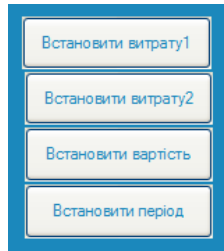
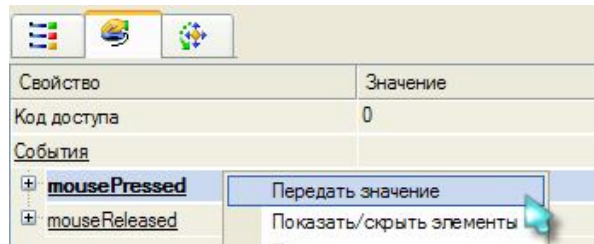
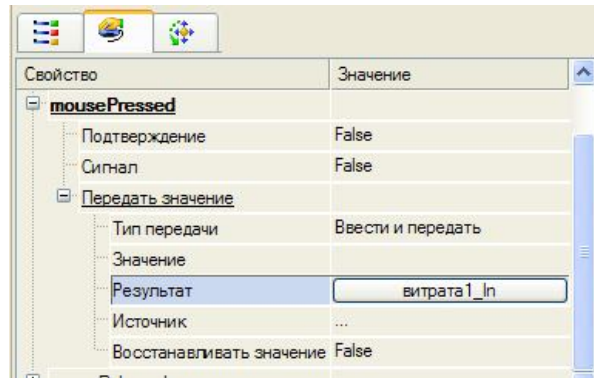

Рис.4.1. Створені кнопки.
Рис.4.2. Створення події.
Рис.4.3. Налаштування події.
3. Створимо кнопки для завдання необхідних параметрів. На панелі ГЕ знаходимо – кнопки(). Розташовуємо їх на екрані. Через властивості кнопок в полі Текст задаємо назви: Встановити витрату1, Встановити витрату2, Встановити вартість, Встановити період, рис.4.1. Перейдемо на вкладку Дія, виберемо рядок mousePressed і викличемо контекстне меню. Вибираємо Передати значення, рис.4.2, далі встановлюємо тип передачі – ввести і передати. В полі Результат проводимо прив'язку до вхідного значення каналу, якому буде передаватися значення що вводиться, рис.4.3.